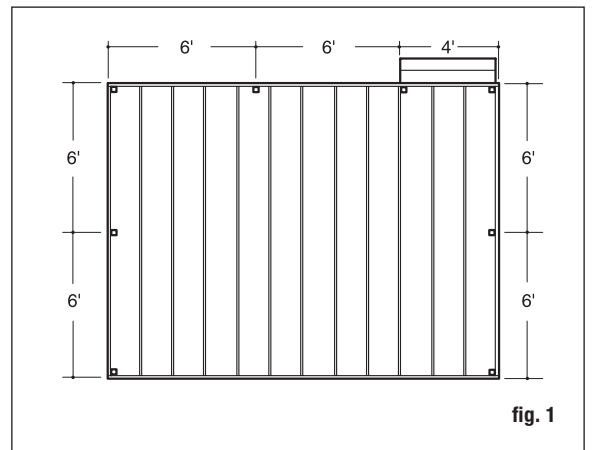

fig. 1
**Étape 1** Déterminez le nombre de poteaux de garde-corps nécessaires pour votre terrasse. Leur espacement devrait être de 1,8 ou 2,4 m (6 ou 8 pi) centre à centre. Exemple : Un patio de 3,7 x 4,9 m (12 x 16 pi) fixé à un bâtiment comportant une ouverture d'accès de 1,2 m (4 pi) d'un côté, exigera huit poteaux en tout (fig. 1).